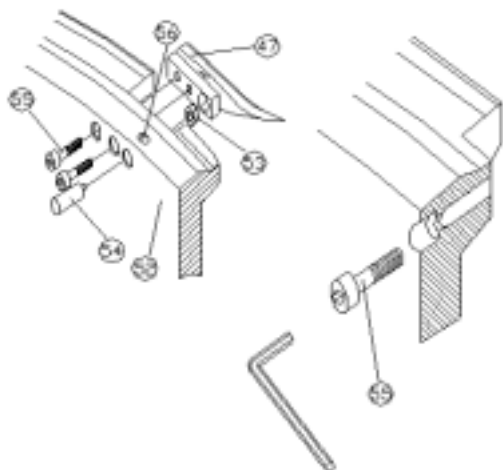

FIG. 30
Enlevez la roue du fil-chargement (52) et la roue fixe; s'assurer que l'arbre n'a aucune pièce de théâtre de la fin. Enlevez le crochet rotatif (47) de la roue du fil-chargement. Prenez le soin qui les petites poulies (2 balle qui porte) (53) ne tombe pas quand le crochet rotatif est enlevé de la roue. Enlevez l'épingle (54) des poulies et nettoie avec soin tout. Vérifiez le crochet rotatif et enlevez toutes marques ou encoches. Polissez la surface qui entre dans contact avec le fil. FIG. 30
moyeu de la roue du fil-chargement. L'ajustement peut être rendu plus facile au moyen des deux vis de la mise au point décapitées (57) a localisé dans le siège des serrant vis du crochet rotatif (47). Ces vis peuvent être tournées avec un 3 mm Allen clef après l'enlèvement des vis (55). FIG. 30. Prenez le soin qui, pendant cet ajustement, le crochet rotatif reste parallèle à la surface de la portée de la roue sur laquelle il est monté. Mettre avec les vis de l'ajustement peut être emporté seulement quand la distance entre aiguille et le crochet est moins de 0.20 mm. Autrement c'est toujours recommandé de déplacer la roue entière. Si cet ajustement est porté dehors lui est nécessaire à vérifier l'épingle (54) et la poulie (53). Après avoir ajusté parfaitement la hauteur de la barre de l'aiguille, avec soin fermez à clé le crochet rotatif sur la roue du fil-chargement. Serrez les fermant à clé vis, roue du fil-chargement et bague de la référence. Vérifiez encore la phase.